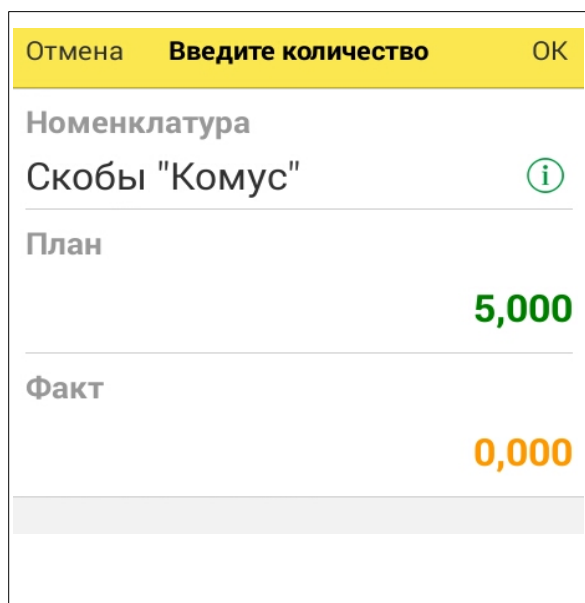

Рис. 2.7 – Ввод количества при сканировании
- **Ввод количества при сканировании** - при включенном режиме после сканирования штрих-кода будет сразу открываться форма пересчета с возможностью ввода фактического значения количества продукции; иначе пересчет продукции при сканировании ведется автоматическим прибавлением единицы после каждого считывания (Рис. 2.7);